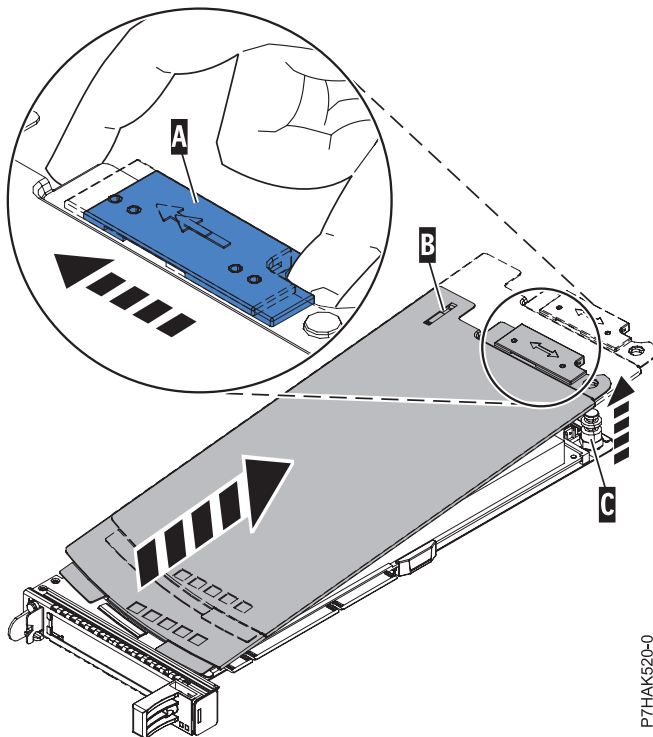

Abbildung 5. Abdeckung der PCIe-Adapterkassette ausbauen
- a. Verschieben Sie die Abdeckungsverriegelung (A) so, dass sie sich von dem Drehstift (C) löst (siehe Abb. 5 auf Seite 6).
- b. Heben Sie die Abdeckung (B) von dem Drehstift (C) ab.